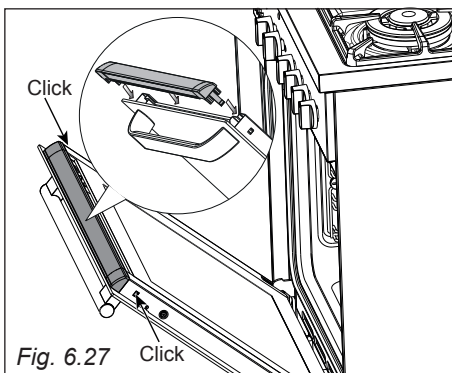

Fig. 6.27 Click
- Premere leggermente il profilo superiore verso la porta per agganciarlo in posizione. Si dovrà udire il click di aggancio delle due alette (fig. 6.27). Prestare particolare attenzione a rimontarlo correttamente: nel verso corretto la parte ribassata è rivolta verso l'interno del forno.